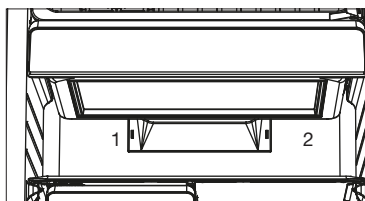

Fig.7
Ver fig 7
5. Ubique nuevamente la cubierta plástica verificando que las uñas encajen correctamente y haga presión. Ver Fig. 7